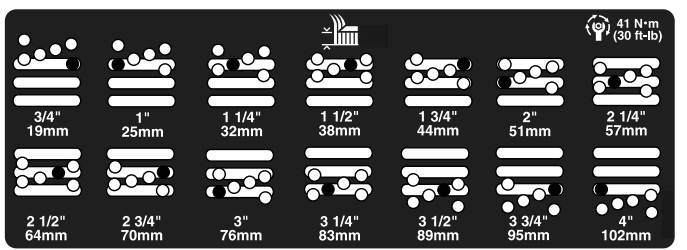

Figura 22
5. Mutai camera la înălțimea de tăiere dorită și instalezi un distanțier în orificiul și fanta pentru înălțimea de tăiere desemnate (Figura 22).